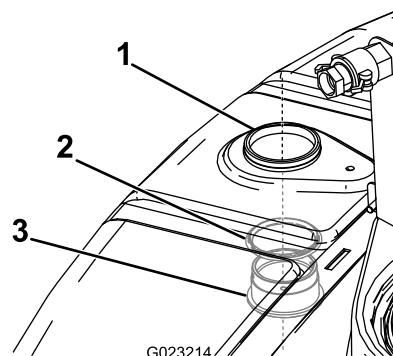

Figure 16
1. Montez le raccord de traversée assorti du joint dans le trou que vous avez créé à la rubrique Perçage de la cuve \(page 10\), en passant par l'intérieur de la cuve (Figure 16).
2. Fixez le raccord de traversée à la cuve au moyen de la bague de verrouillage (Figure 16).